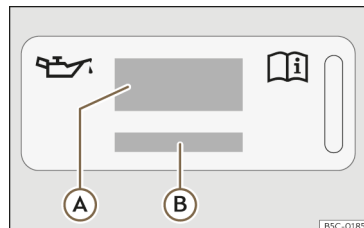
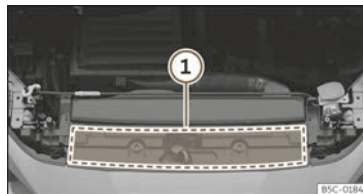

Abb. 246 Im Motorraum: Aufkleber mit Motoröl-Spezifikationen
Abb. 247 Im Motorraum: Position des Aufklebers mit Motoröl-Spezifikationen
Legende zur >>> (Abb. 246):
Wenn Motoröl nachgefüllt werden muss, verwenden Sie eines der auf dem Aufkleber angegebenen Motoröle >>> (Abb. 246). Der Aufkleber mit der vorgeschriebenen Motoröl-Norm befindet sich im vorderen Bereich des Motorraums >>> (Abb. 247) ①. Bei Verwendung des empfohlenen Motoröls kann das Motoröl so oft wie erforderlich nachgefüllt werden.
• Wenn der Aufkleber mit den Motoröl-Spezifikationen >>> (Abb. 246) fehlt, wenden Sie sich an einen Fachbetrieb.